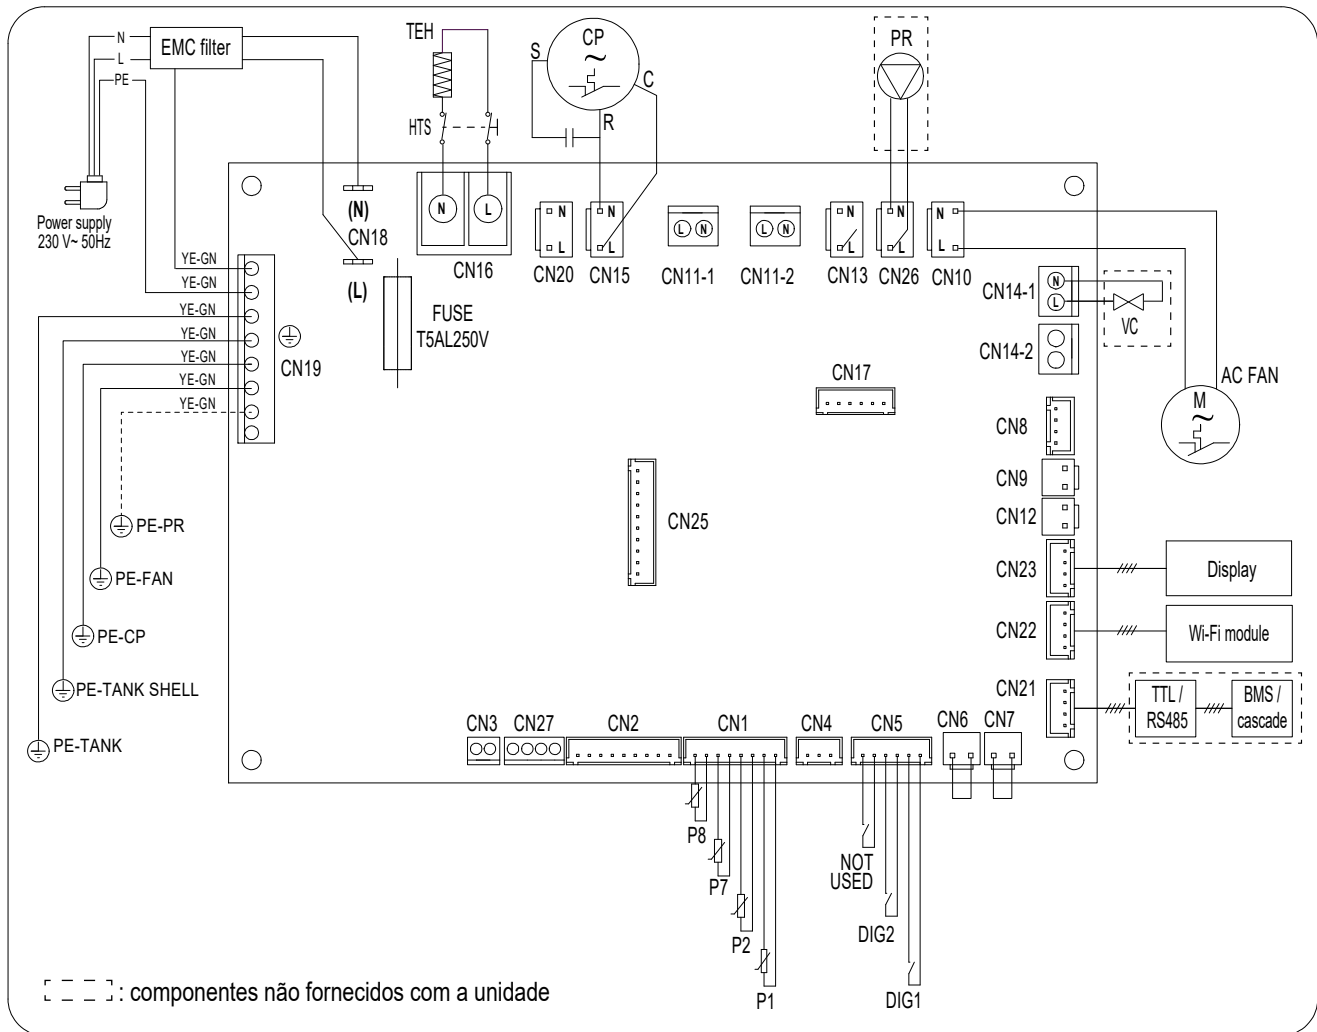

fig. 69 - Esquema elétrico do equipamento
- 1) A bomba de recirculação (part. 16) deve ser ligada ao borne CN26 da placa principal master (ref. "fig. 69 - Esquema elétrico do equipamento" na página 116).
- 2) Instale uma válvula solenóide normalmente aberta (peça. 19) para cada unidade da cascata. A válvula deve ser ligada ao terminal CN14-1 (ref. "fig. 69 - Esquema elétrico do equipamento" na página 116) da placa mãe de cada unidade.